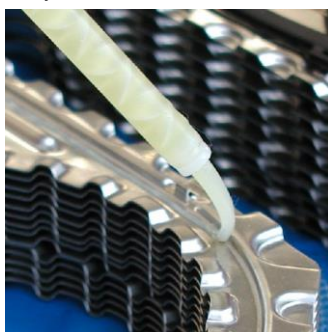

Рисунок 6.9.
Некоторые ПТО имеют клееные уплотнения (рис. 6.9, 6.10) на нерастворимых клеях как, например:
- Готовую клеящую смесь ввести шприцом (однокомпонентный клей - тубиком с носиком) полоской толщиной 1 мм в канавку пластины (рис. 6.9).